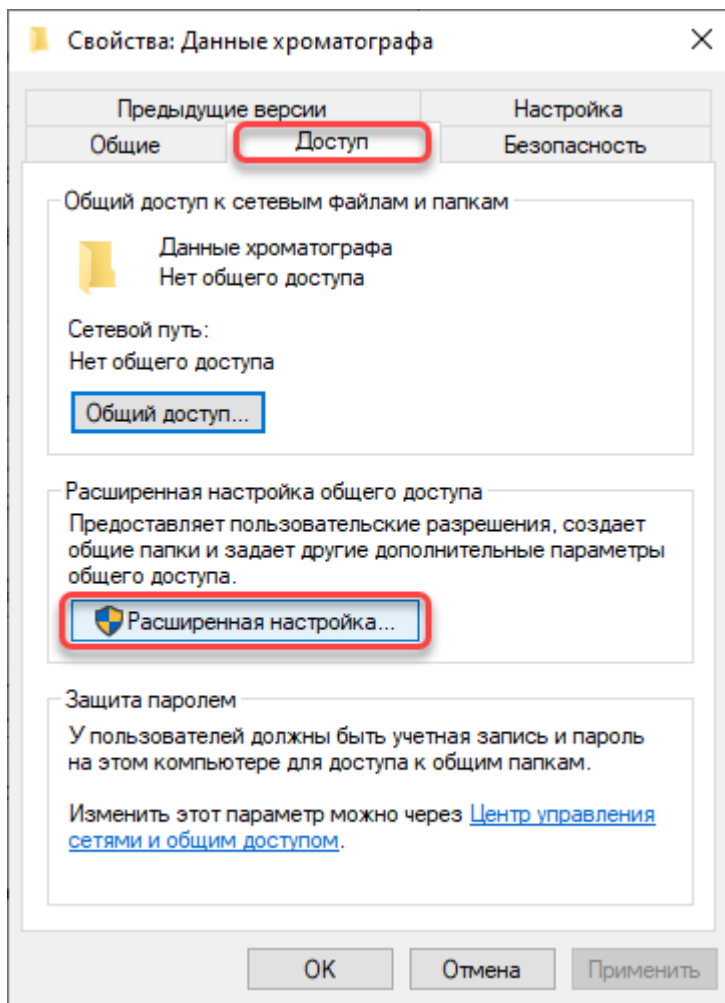

Рисунок 90. Диалог разрешений для групп
1. Откройте диалог настройки каталога. Для этого в проводнике нажмите по нему правой кнопкой мыши и в контекстном меню выберите пункт **"Свойства"** (рис. 90).